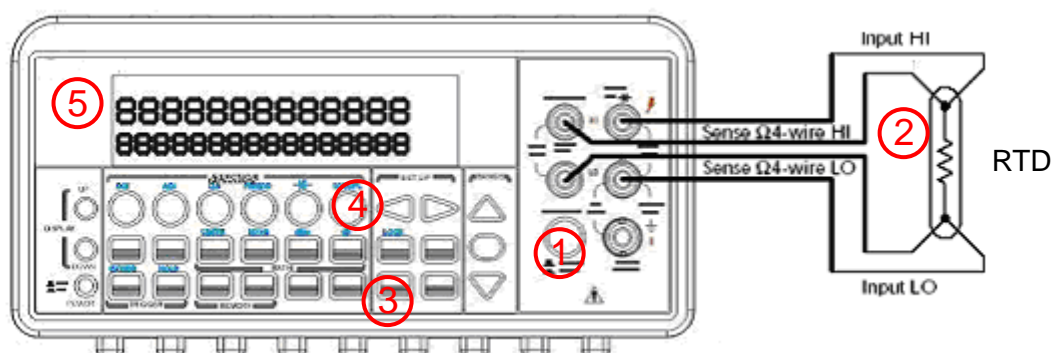

図 3-17
- ① TERMINALS スイッチを使用して前面パネルの入力端子を洗濯します。
- ② 図 3-17 に示すように、プラチナ RTD を接続します。
- ③ CONFIG、TEMP ボタンを押した後、◀または▶ボタンを押すとディスプレイが”SENSOR”表示のときセンサータイプを、”UNIT”表示のとき単位を、”TRANSDUCER”表示のとき測定モードを選択し ENTER ボタンを押します。それぞれについて◀または▶ボタンで項目を選択し、ENTER ボタンを押して設定します。
- ④ TEMP ボタンを押します。
- ⑤ RTD を希望の位置に置き、ディスプレイ上の測定値を読み取ります。